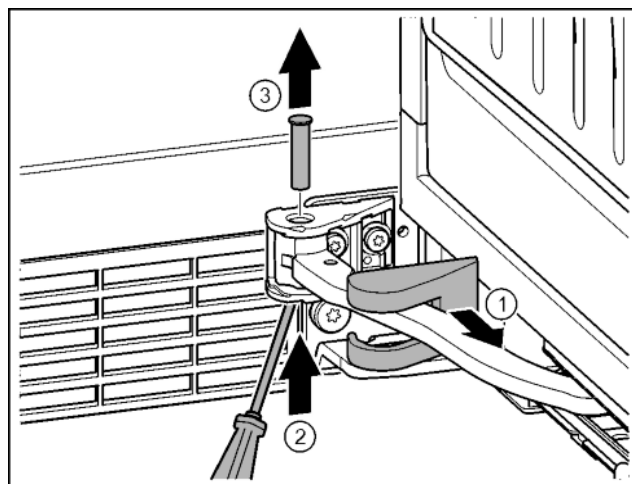

Fig. 18
- ▶ Stáhněte kryt stojanu ložiska a posuňte podél kloubu. Fig. 18 (1)
- ▶ Čep zesponu nadzvedněte prstem nebo šroubovákem. Fig. 18 (2)
- ▶ Šroubovákem zajed'te pod hlavu čepu a vytáhněte. Fig. 18 (3)